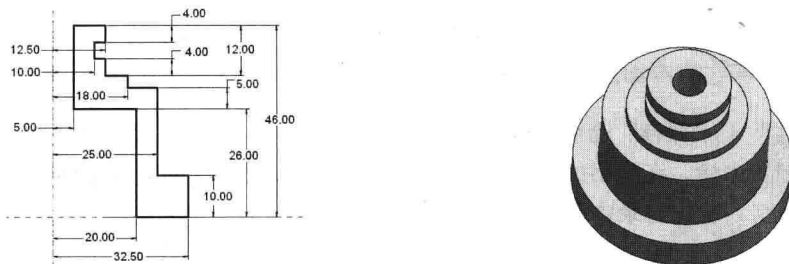

图 1-15 创建旋转特征
- 进入草绘环境中绘制草图，单击“草绘器工具”工具栏的 ☒ 按钮，设置深度（旋转角度）后，单击 ☒ 按钮完成特征创建，如图 1-15 所示。